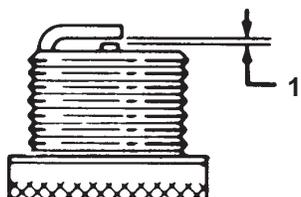

Figura 37
- Regolate la distanza tra gli elettrodi sulla candela a 0,76 mm, come illustrato nella Figura 37.